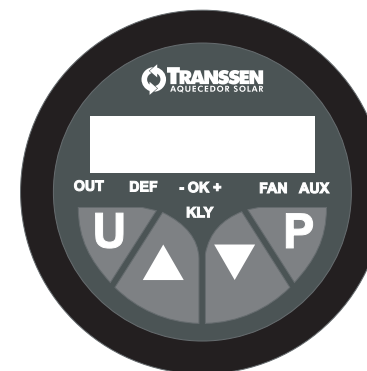

Figura 11-
- 4) Nesse momento, aparecerá no display do termostato digital da bomba de calor a temperatura da água que estará circulando. Ver figura 11.